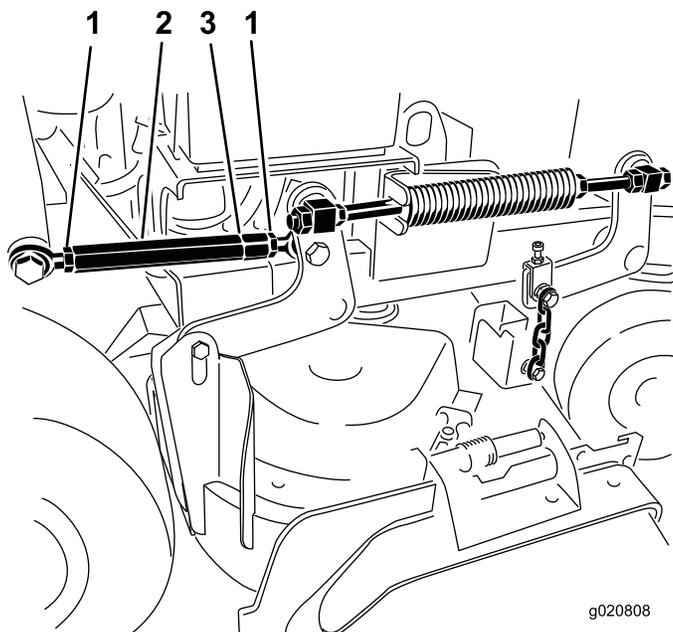

Figura 87
5. Desaperte as porcas de bloqueio que estão em ambas as extremidades do tensor (Figura 87).
Nota: A extremidade do tensor com a ranhura maquinada tem rosca esquerda (Figura 87).